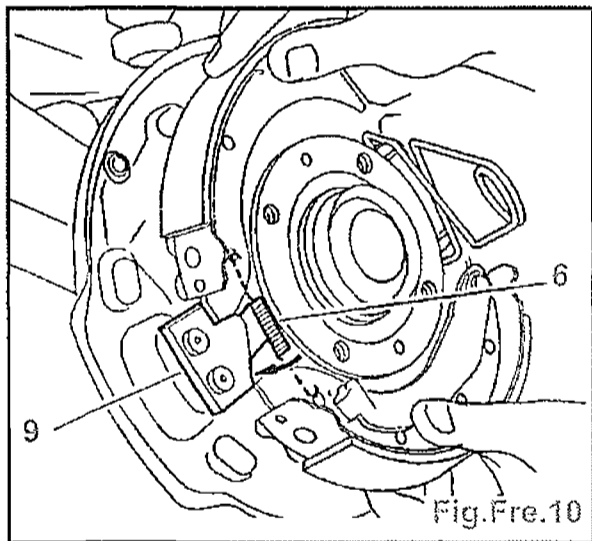

Fig.Fre.10
- Fixer le ressort inférieur (6) sur les segments avant et arrière.
- Faire passer le ressort inférieur (6) derrière la plaque (9) (Fig.Fre.10).
- Fixer le ressort inférieur (6) sur le segment avant.
- Placer le segment avant à son emplacement en faisant passer le ressort inférieur (6) derrière la plaque (9) (Fig.Fre.10).
- Tout en maintenant le ressort inférieur (6), accrocher celui-ci au segment arrière.